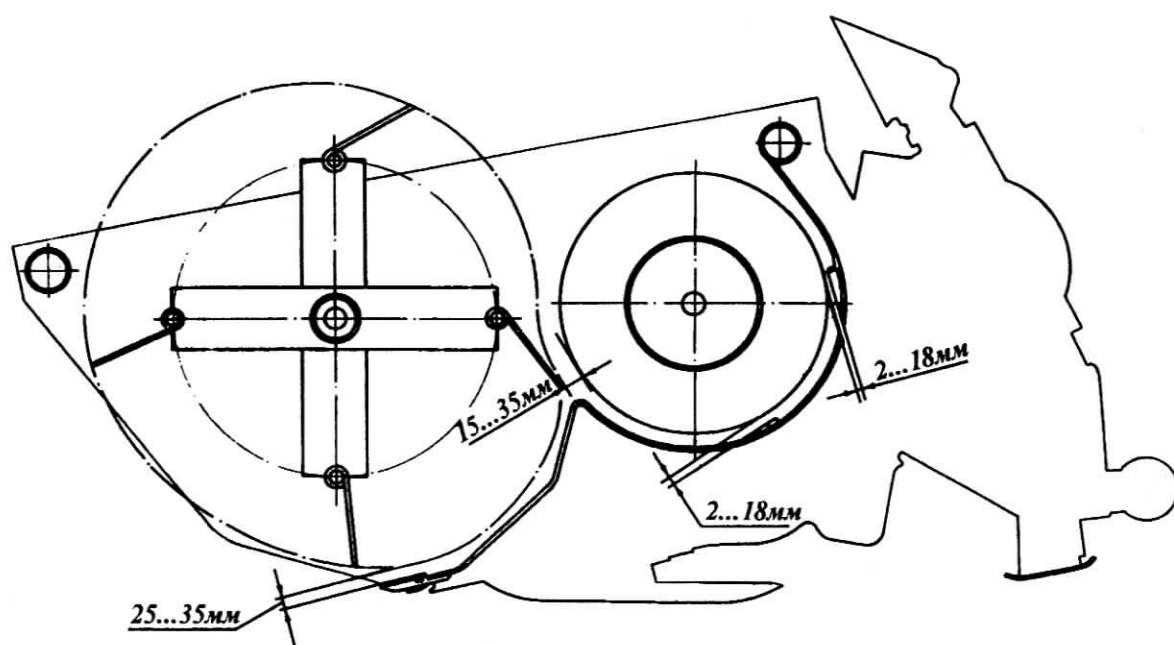

Рис.121 - Схема регулировок мотовила и шнека.
-зазоры между пружинными зубьями мотовила и шнеком, между пружинными зубьями и пальцами режущего аппарата (рис.121) и между торцами планок мотовила и правой боковиной жатки;
-зазоры между шнеком и уголковыми и нижними чистиками (рис.121).